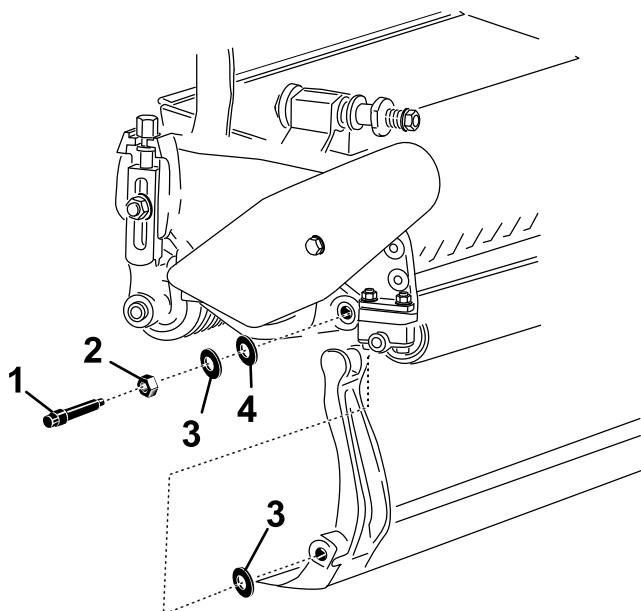

图26
取下底刀架 (图26) 各端的 2 个尼龙和 2 个印花钢垫圈。
3. 将尼龙垫圈放在侧板凸起的一侧。在两个尼龙垫圈的外侧各放一个钢垫圈图26。